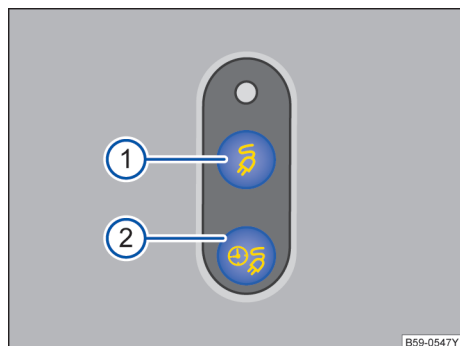

图 132 充电按钮示意图：① 立即充电按钮 ② 延迟充电按钮
– 插入充电电缆，若未设置延迟充电，则按钮→图 132①中的指示灯亮起。
– 插入充电电缆，若设置了延迟充电，则按钮→图 132②中的指示灯亮起。